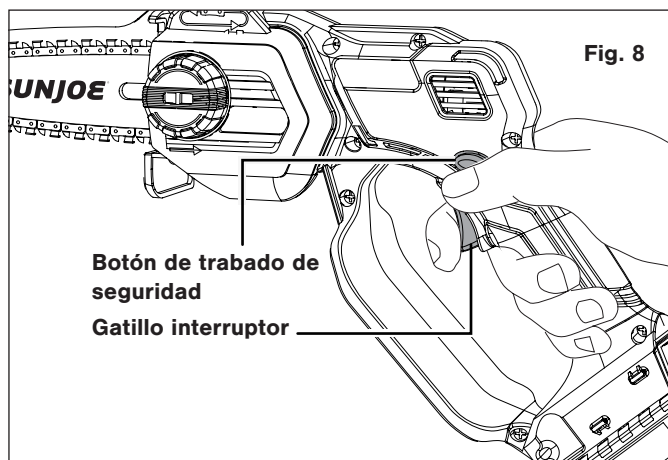

Fig. 8
3. Para arrancar la motosierra podadora inalámbrica, sujétela firmemente desde la empuñadura. Presione el botón de trabado de seguridad y, sin soltarlo, apriete el gatillo interruptor. Una vez que la motosierra podadora inalámbrica esté funcionando, usted puede soltar el botón de trabado de seguridad (Fig. 8).